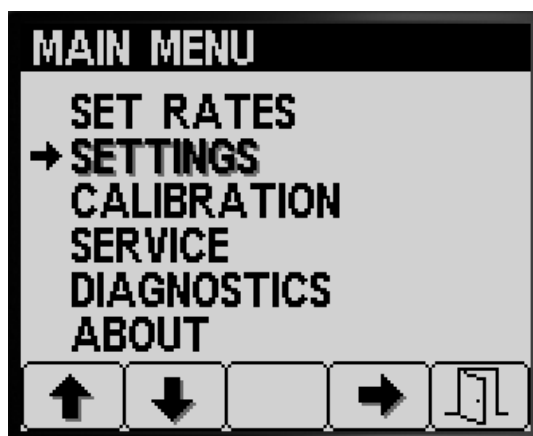

Figura 10
1. Para aceder ao ecrã DEFINIÇÕES, prima o botão 2 no ecrã MENU PRINCIPAL para navegar para a opção Definições (Figura 10).
2. Prima o botão 4 para selecionar o submenu DEFINIÇÕES (Figura 10).